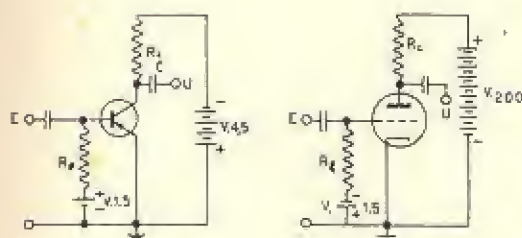

Fig. 8 - Emettitore a massa. Catodo a massa.
1) Emettitore a massa (fig. 8).